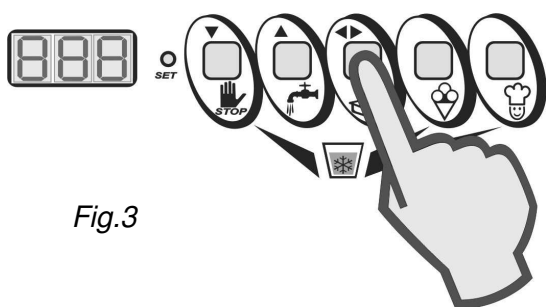

Fig.3
- In seguito, premere il tasto Conferma (◀▶) per avviare il nuovo ciclo di produzione granita (Fig. 3).